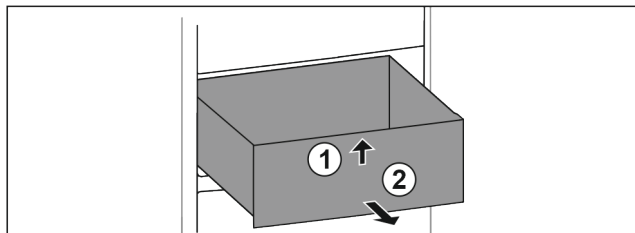

Fig. 19
- ▶ Приподнимите выдвижной ящик спереди. Fig. 19 (1)
- ▶ Извлеките выдвижной ящик движением вперед. Fig. 19 (2)